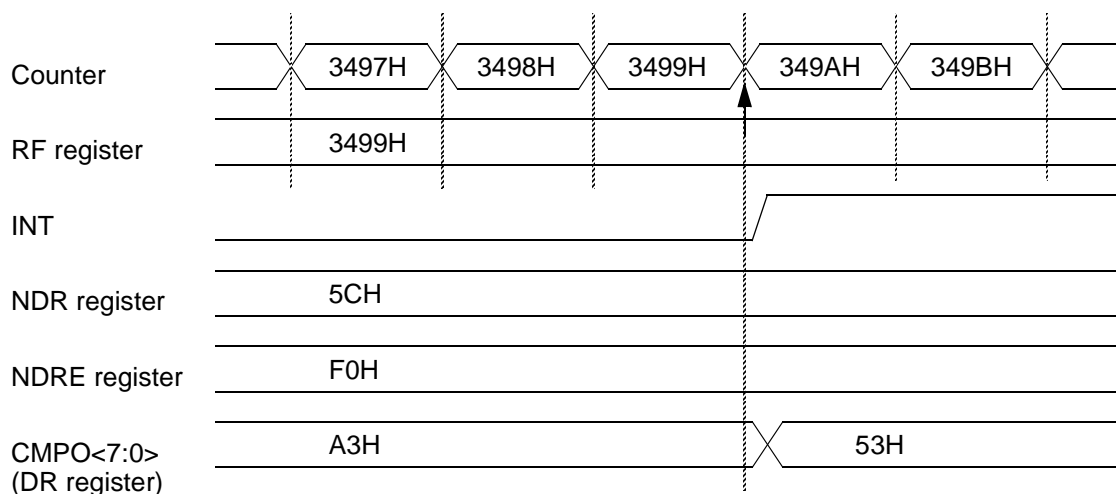

図 12-5-3 コンペア機能
図 12-5-3 に示すように、実際のタイマのカウント値とリファレンスレジスタ (RF0, RF1) の設定値が一致すると、タイマが次のカウント値に変化する時点で次出力データレジスタ (NDR0, NDR1) の値が出力データレジスタ (DR) にセットされ、同時にコンペア出力端子 CMPO<7:0> からそのレジスタの値が出力されます。出力データレジスタ (DR) にセットされる値は、次出力データイネーブルレジスタ (NDRE0, NDRE1) でイネーブル設定されているビット分のみ転送され変化します。図では上位 4 ビット分のみイネーブル状態 (‘F0H’) になっているので、出力データレジスタ (DR) 及びコンペア出力端子 CMPO<7:0> の上位 4 ビット分のみが ‘A 5’ に変化しています。それと同時に、割り込み要求信号 INT を ‘H’ に変化させ、割り込みコントローラ KP69 に割り込みを要求します。